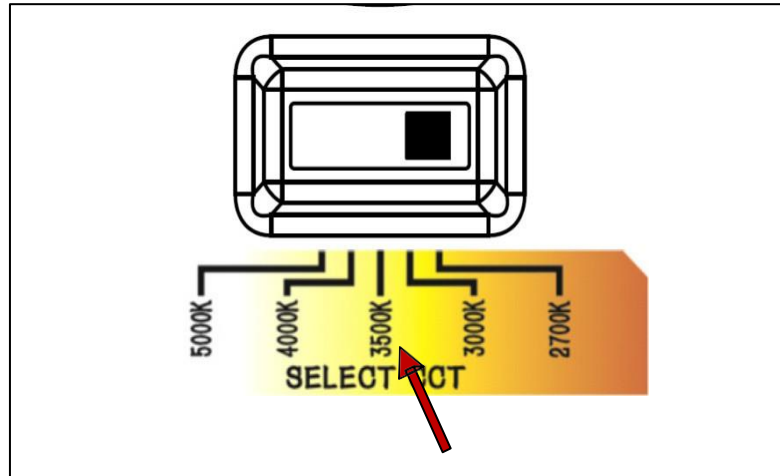
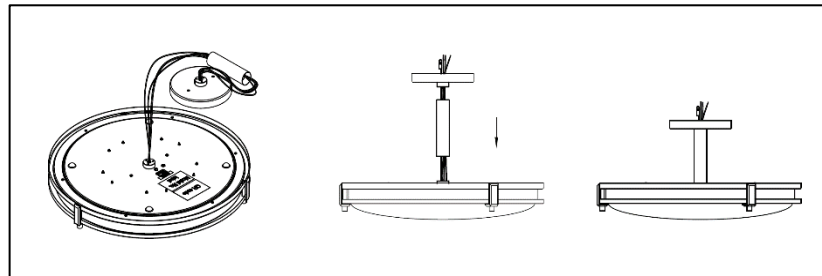

Figura 3
Figura 4
3. Antes de la instalación: En la parte posterior del dispositivo, busque el interruptor para seleccionar la temperatura de color. Elija su configuración: coloque el interruptor en la temperatura de color del LED deseada: 2700K (suave); 3000K (cálido); 3500K (neutro); 4000K (frío); 5000K (luz diurna). que se muestra en la *Figura 3*. Vuelva a ensamblar la varilla de montaje semiempotrada en el accesorio girándola en el sentido de las agujas del reloj hasta que esté completamente apretada, luego ensamble la cubierta del dosel a la varilla girando el dosel en el sentido de las agujas del reloj hasta que esté completamente apretado. (ver *Figura 4*)